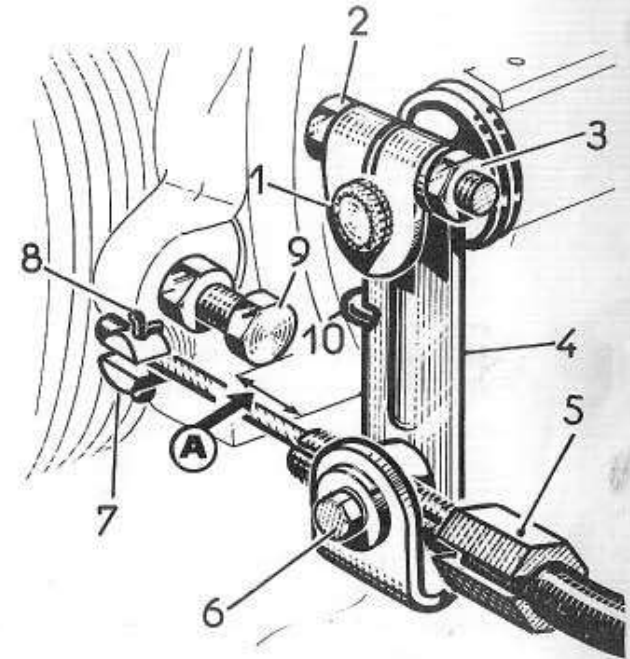

Fig. 1
201 - REGLAGE de la GARDE de l'EMBAYAGE - (Fig. 1)
Dégager le ressort (10 - Fig. 1) de son arrêt sur l'entretoise moteur boîte de vitesses, puis le faire échapper du levier d'embrayage.
- 3) Déposer l'écrou (3) et la vis (2), dégager le levier de l'arbre de commande de débrayage (Fig. 1 - MR 201).
- 7) Présenter l'ensemble levier et câble de débrayage sur l'arbre de commande et à l'aide du manchon cannelé chercher la position qui lui permet d'être parallèle au plan de joint du moteur et de la boîte de vitesses. Le levier étant positionné, poser la vis (2) et l'écrou (3) (Fig. 1 - MR 201), bloquer celui-ci à $1,2 \pm 0,2$ m/kg. Amener le levier de débrayage vers l'avant et à l'aide d'une pince, introduire l'embout du câble dans la butée. Poser la goupille. Positionner le ressort
- (10 - Fig. 1) sur le levier de débrayage, puis dans son embrèvement sur l'entretoise moteur et boîte de vitesses.